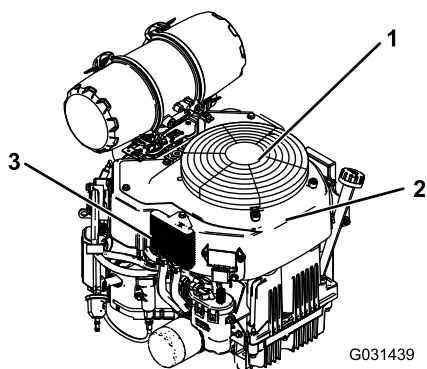

Figura 64
- Retire la rejilla de entrada de aire y la carcasa del ventilador (Figura 64).
- Instale la rejilla de entrada de aire y la carcasa del ventilador (Figura 64).